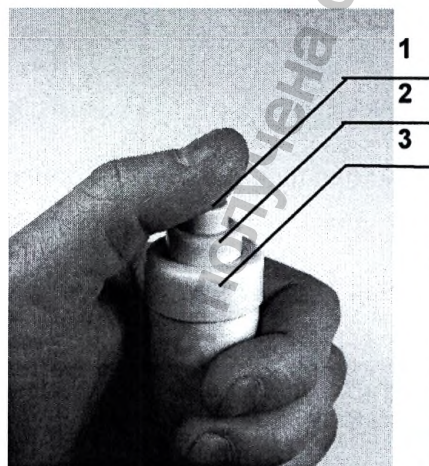
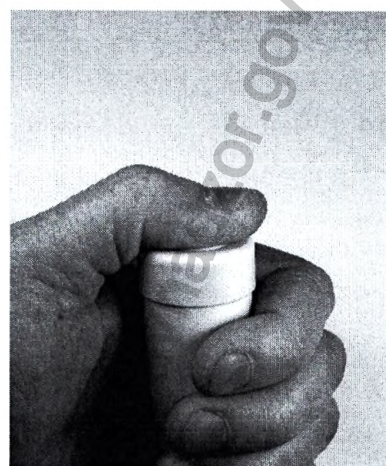

Рисунок 4.18 –
Рисунок 4.20 – Включение
**ВНИМАНИЕ!** Порядок использования внешней кнопки снимка (см. Рисунок 2.3). После нажатия кнопки подготовки к экспозиции (см. Рисунок 4.18, поз. 1) и «утапливания» её до поверхности кнопки экспозиции (см. Рисунок 4.18, поз. 2), нажатием пальца продолжайте «утапливание» кнопки до внешней поверхности кнопки снимка (см. Рисунок 4.18, поз. 3) – как это показано на рисунках (см. Рисунок 4.19, Рисунок 4.20).